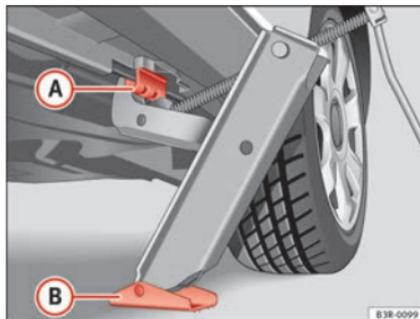

Abb. 181 Radwechsel:
- Richten Sie den Wagenheber so aus, dass seine Klauenspitze in den Steg des Unterholms greift → Abb. 181 (A) und die bewegliche Grundplatte (B) plan auf dem Boden aufliegt.